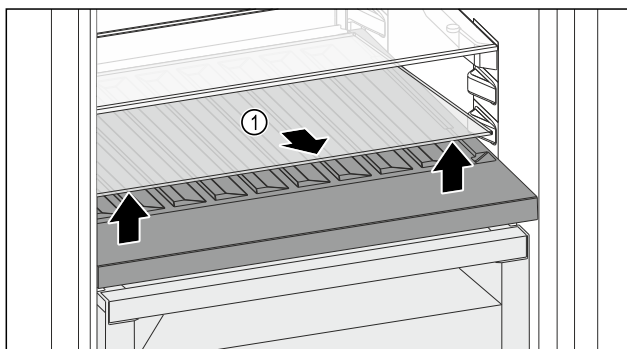

Fig. 166
- Ridicați în față și extrageți placa de sticlă Fig. 166 (1) din degajare.
- Păstrați placa de sticlă Fig. 166 (1) în siguranță în afara aparatului.
- Așezați placa de sticlă în poziție de lucru (2) sub raftul variabil pentru sticle.